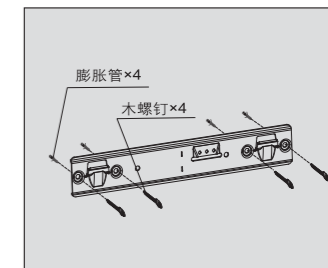
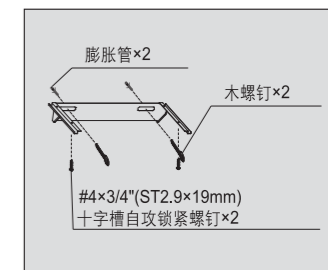

图1
图2
2. 如安装示意图所示, 在坚实的墙壁上准确确定冲击钻钻孔的位置, 钻孔并牢固埋设膨胀管, 固定挂钩和装饰罩挂钩, 旋入#10×2 9/16"(ST5×65mm)木螺钉拧紧; 装饰罩挂钩前端可用2颗#4×3/4"(ST2.9×19mm)十字槽自攻锁紧螺钉加强固定到吊顶上(如图1和图2所示)。